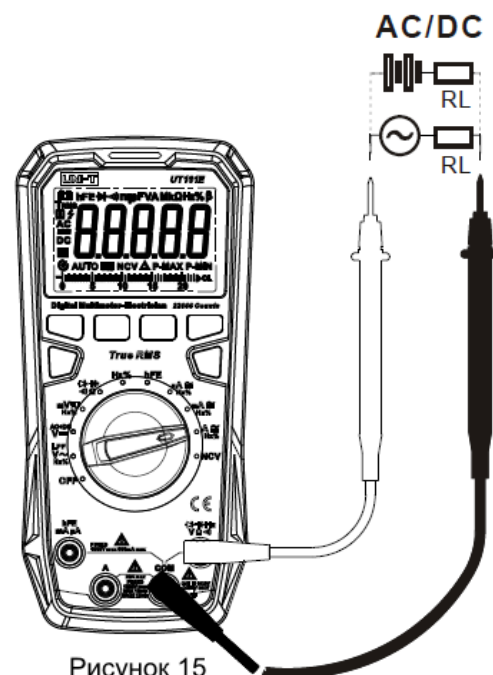

Рисунок 15
12. Измерение переменного и постоянного тока (см. рисунок 15)